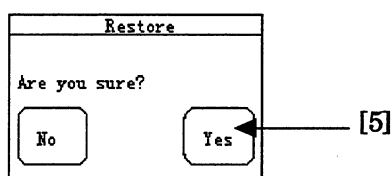

図 6.3-4 確認ウインドウ
5. 登録確認の確認ウインドウが表示されます。上書きしてもよい場合は, "Yes"ボタン(図 6.3-4,[5])を押します。